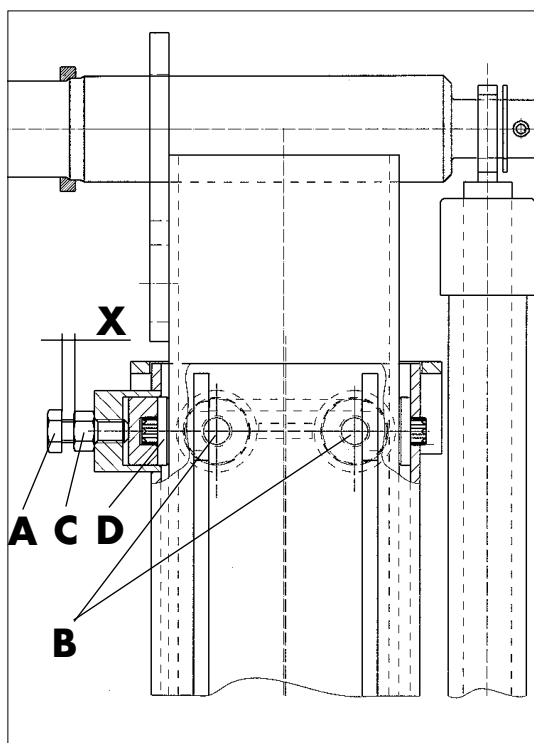

Bild 5-1
Ist das Spiel zwischen äußeren und inneren Hubarmen der Seitenmaschinen zu groß, wird mit jeweils einer seitlichen Einstellschraube (A) und den zwei unteren Einstellschrauben (B) spielfrei eingestellt (Bild 5-1).